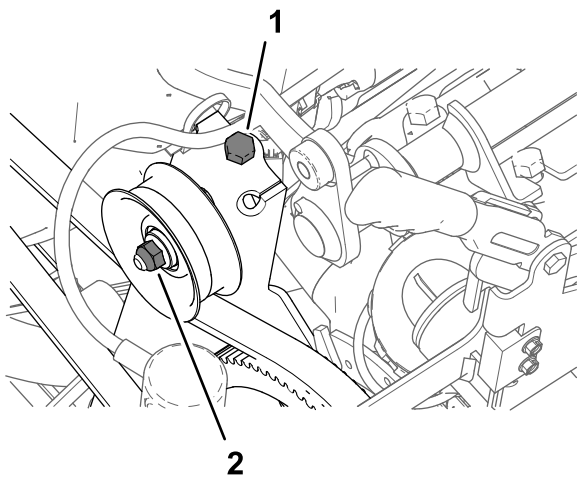

Figura 218
- Afloje la tuerca del eje la polea tensora (Figura 218).
2. Gire el perno tensor de la correa para eliminar la tensión de la correa de la bomba de fumigación (Figura 218).